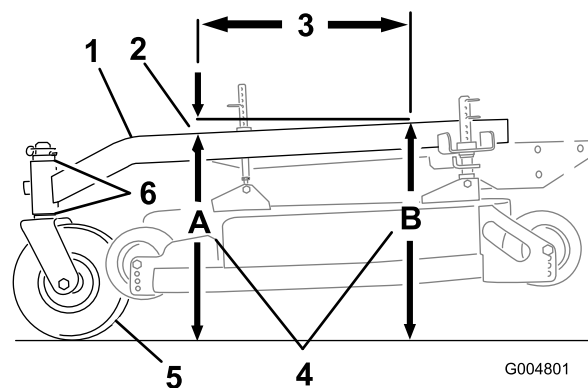

Figura 57
Il telaio portante deve avere un'inclinazione da 3 a 10 mm per la lunghezza di 61 cm sul telaio portante (Figura 57).
- Misurate la sporgenza di 61 cm sul telaio portante (Figura 57).
- Misurate l'altezza del telaio portante al punto **A** (Figura 57).
- Misurate l'altezza del telaio portante al punto **B** (Figura 57).
- L'altezza al punto **A** deve essere di 3-10 mm inferiore rispetto al punto **B** (Figura 57).
- Se il telaio portante non è corretto, spostate i distanziali orientabili in modo da ottenere un angolo di inclinazione di 3–10 mm (Figura 57).